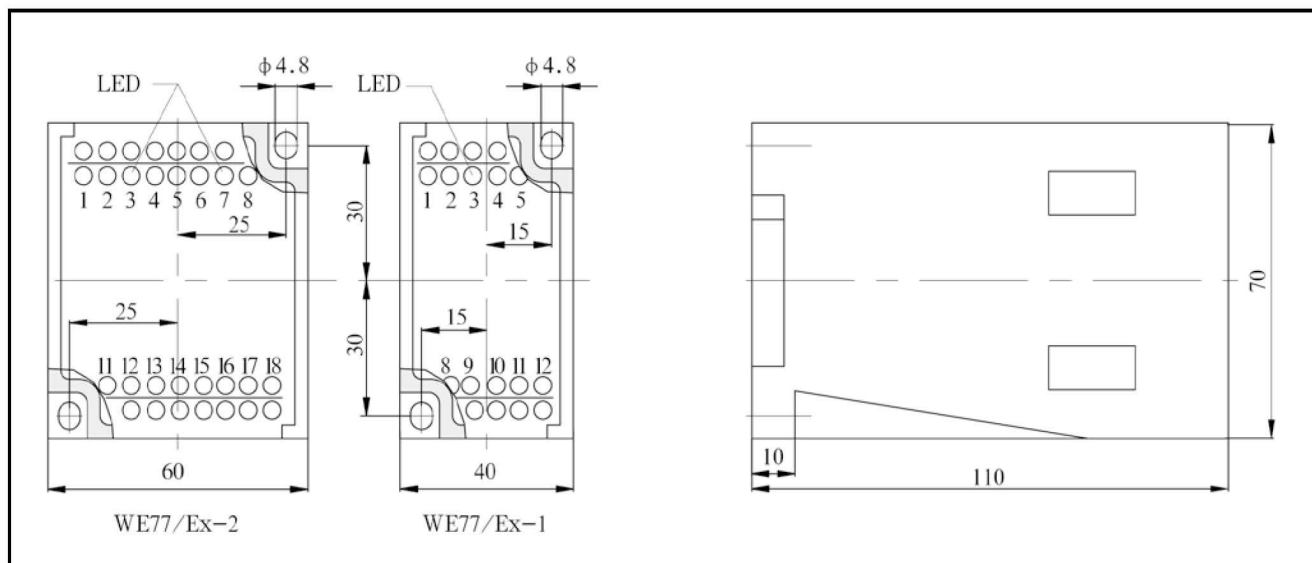

图 20
6.2.3 WE77/Ex 晶体管继电器安装及外形尺寸 (见图 20)